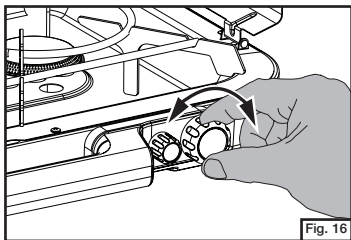

Fig. 16
- Ajustez la flamme avec la commande. (Fig. 16) La flamme devrait être bleue avec des dards légèrement jaunes.